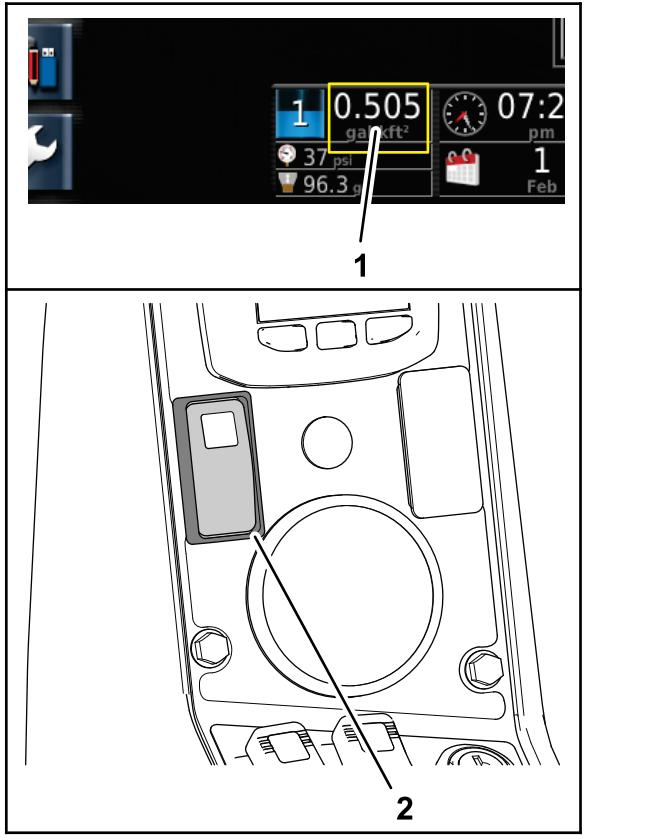

Bild 53
- Stellen Sie die Motorgeschwindigkeit ein, bis die Solldosierung auf der Instrumententafel der X25-Steuerkonsole angezeigt wird; aktivieren Sie dann den Schalter für die Gasbedienungssperre der Maschine (Bild 53).